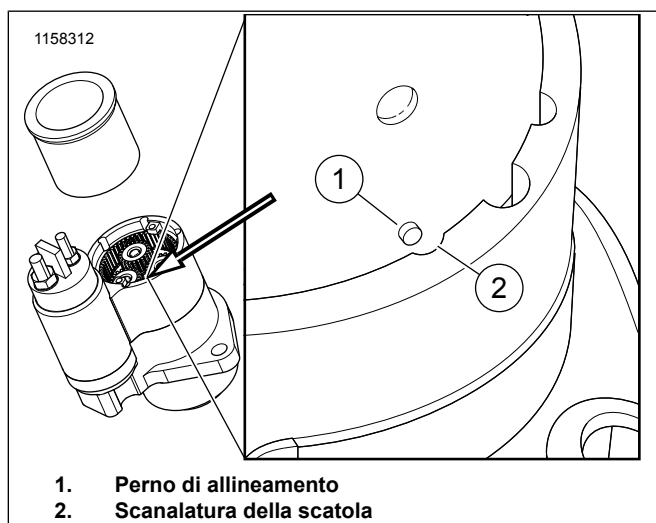

Figura 5. Verifica allineamento del magnete
12. Figura 5 Installare il magnete nella scatola del solenoide/cambio. Verificare che il perno di allineamento (1) e la scanalatura della scatola (2) siano allineati.